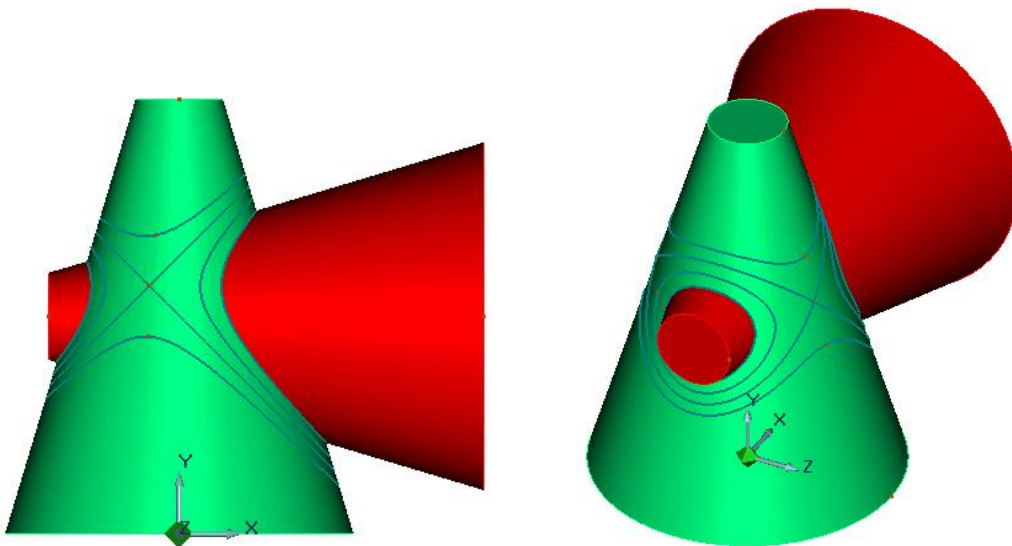
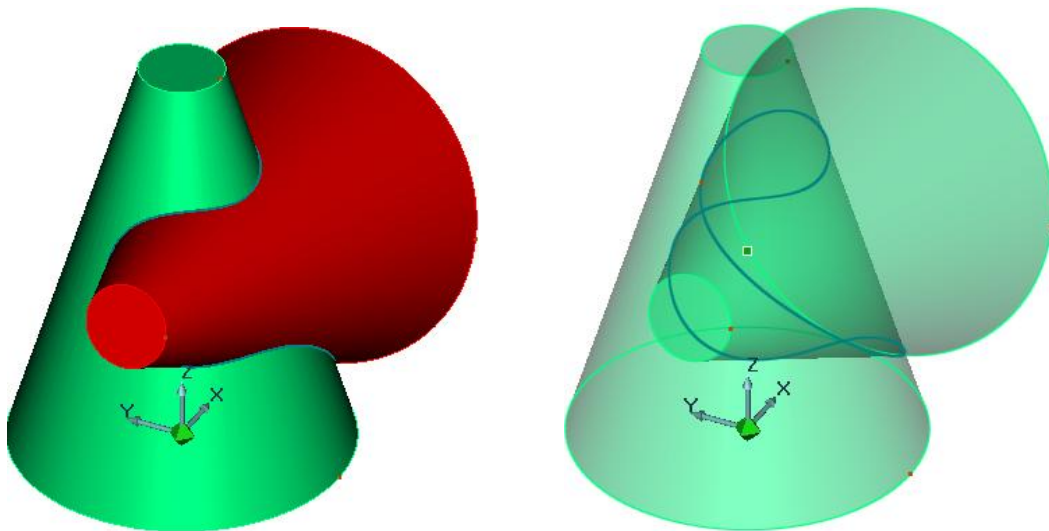
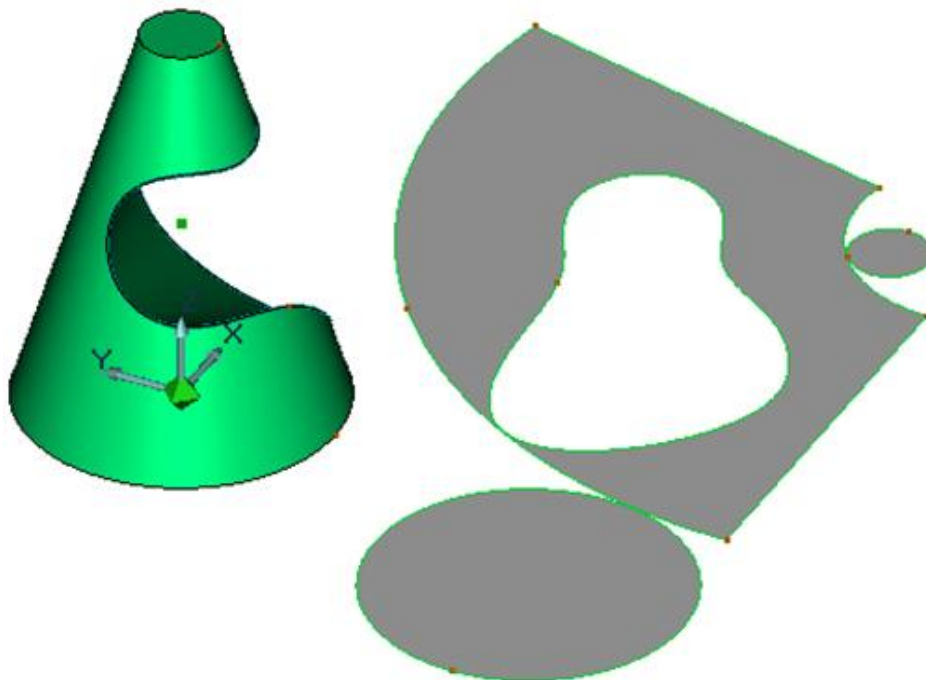

Рисунок 5.4 - Линии пересечения конусов при пересекающихся осях
Рисунок 5.5 - Линия пересечения конусов при скрещивающихся осях
Рисунок 5.6 - Построение развертки
**Задания для упражнений** Воспользовавшись представленным выше алгоритмами построения линий взаимных пересечений, выполнения булевых операций, построения и определения геометрических характеристик разверток поверхностей, для закрепления приобретенных знаний определите линии пересечения тел вращения при пересекающихся (рисунок 5.4) и скрещивающихся (рисунок 5.5) осях, выполните булевы операции вычитания и постройте развертки поверхностей полученных моделей (рисунок 5.6).